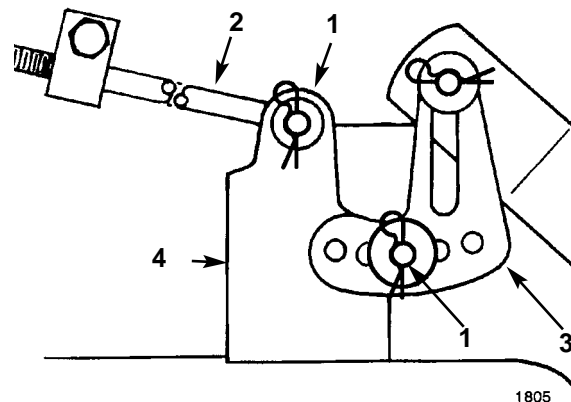

Fig. 50
na (Fig. 50). Il foro anteriore abbassa l'altezza della lama e quello posteriore la alza. Ripetete questa operazione dal lato opposto.
5. Togliete la coppia a forcina e la rondella dalla staffa di livello (Fig. 50). Per livellare la lama (o